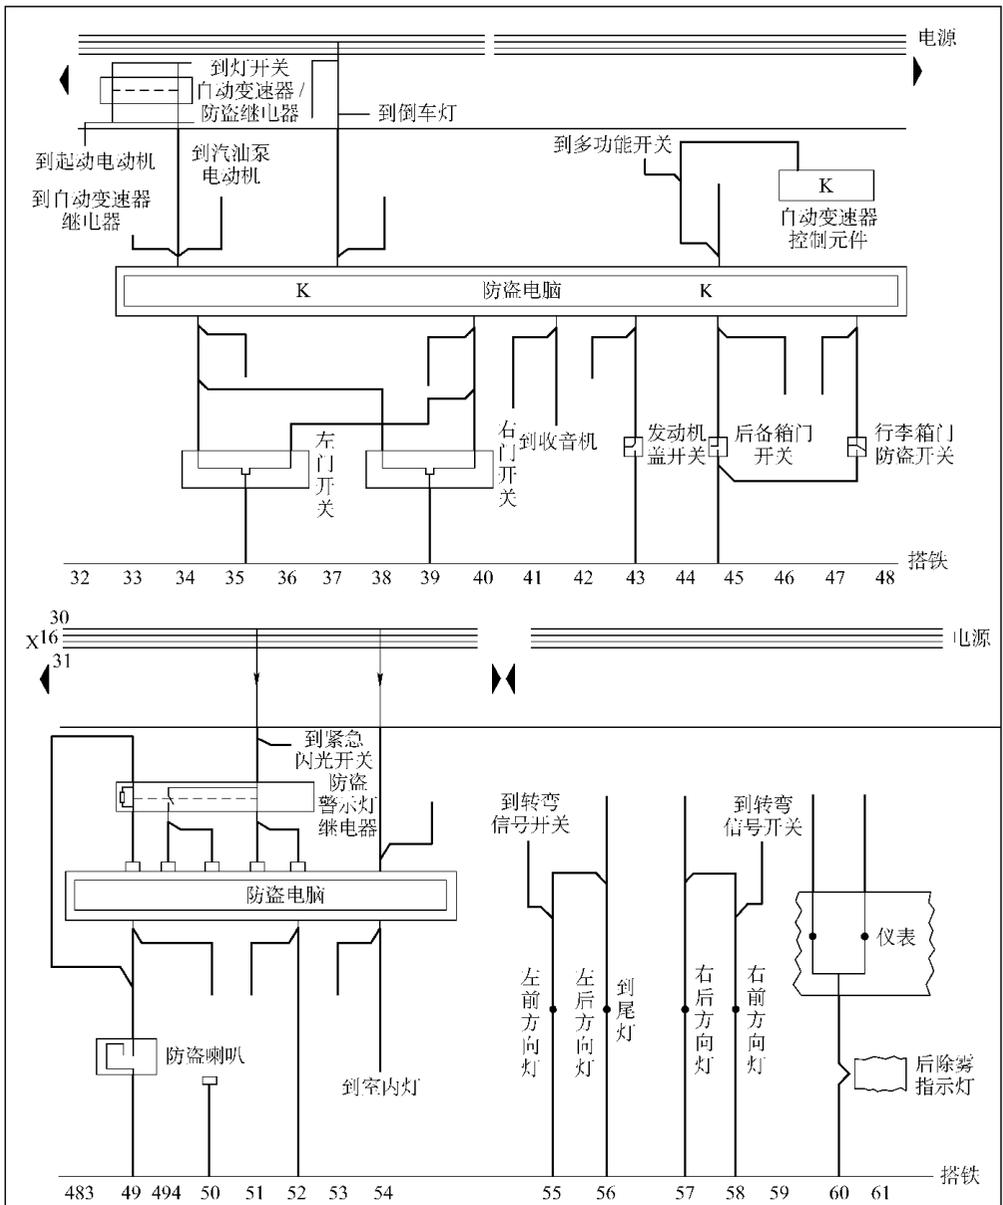

图 1-6 奥迪 100 防盗电路图
(2) 使发动机无法工作。当然, 这是最简单的防盗措施, 增加了更多的防范措施的防盗系统如图1-6所示。